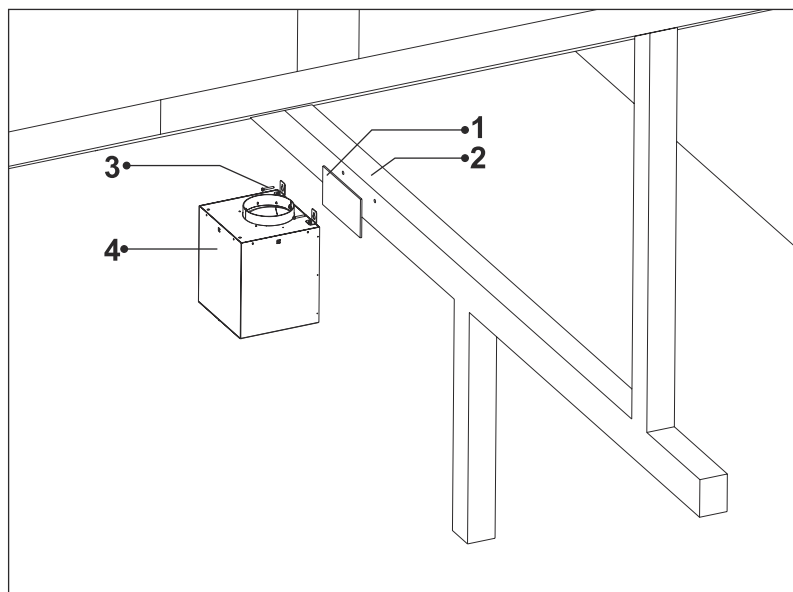

Fig. 29
**10.** ► Montera nu motorkabinettet på låsblecket med 2 x 5,5x60 mm skruvarna (Fig.29).